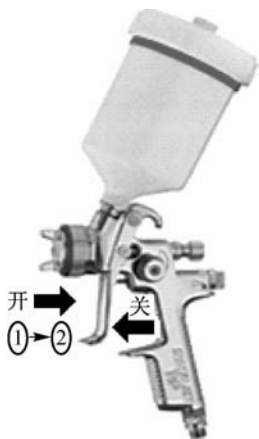

图 8-42 喷枪扳机挡位
(1) 喷枪装入涂料后,通过枪尾的快速接头连接压缩空气。
(2) 喷枪扳机分两挡,如图 8-42 所示。1 挡预喷空气,可用于吹尘;2 挡时,流经喷嘴的涂料被预喷空气雾化,进入正常喷涂阶段。手握喷枪柄,以食指与中指压扣扳机到 1 挡,压缩空气阀门打开,压缩空气沿管道到达喷气嘴,喷出气流,这时由于针塞套筒未打开,气流可用于吹去涂装面的灰尘。再向后压扣扳机到 2 挡,针塞后移,打开喷嘴,涂料随同气流扩散成雾状微粒喷向涂面以形成涂装膜。